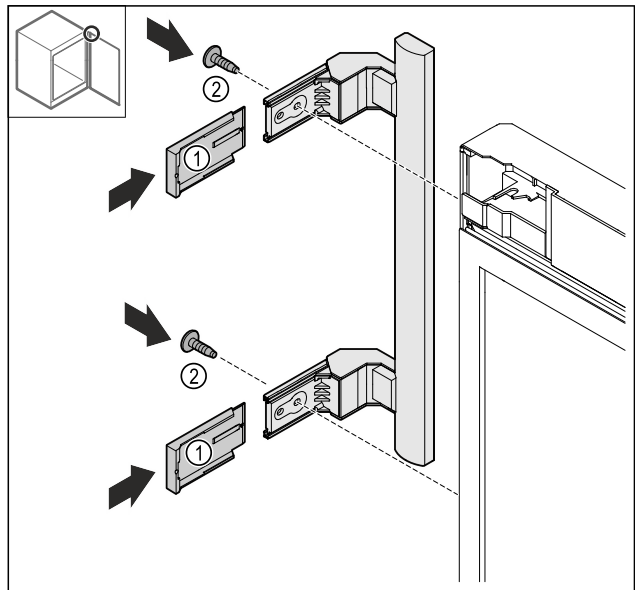

Fig. 16
- Abdeckungen Fig. 16 (1) aufschieben.